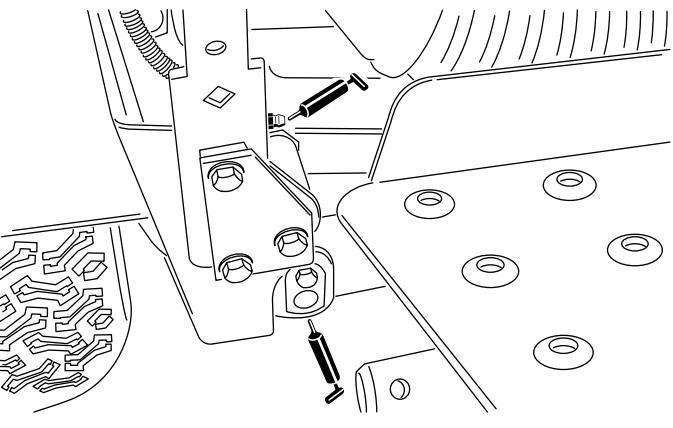

Figure 39
- Bras de relevage (3) (Figure 39).